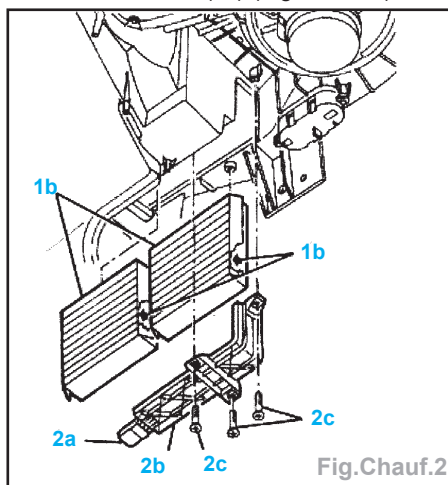

Fig.Chauf.2
- les vis (2c), le couvercle (2b) et détacher la fixation (2a) (Fig.Chauf.2),